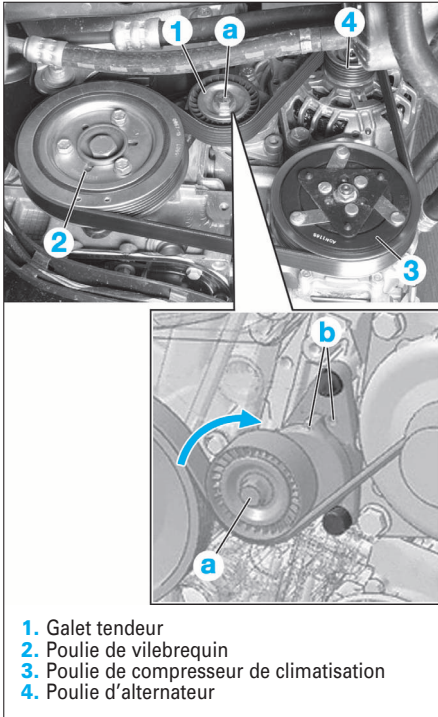

FIG. 30
- Faire pivoter le galet tendeur (1) à l'aide d'un outil adapté en (a) (Fig.30).